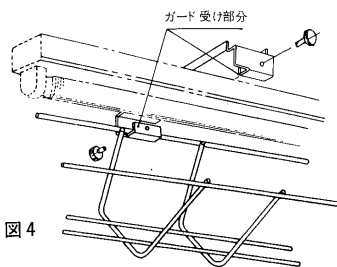
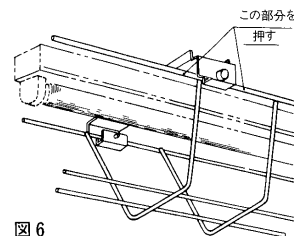

図4
図6
1. ガードの止めねじをはずし、ガードの中心と器具の中心とを合わせて片側2箇所のガード取付台のガード受け部分に図4のように入れて、ガード止めねじを取り付けてください。
1. 片側2箇所のガード止めねじをはずし、図6の「この部分を押し」と指示してある位置を押しながら、少し上げて図4のようにガード受け部分よりはずしてください。反対側が回転軸になります。